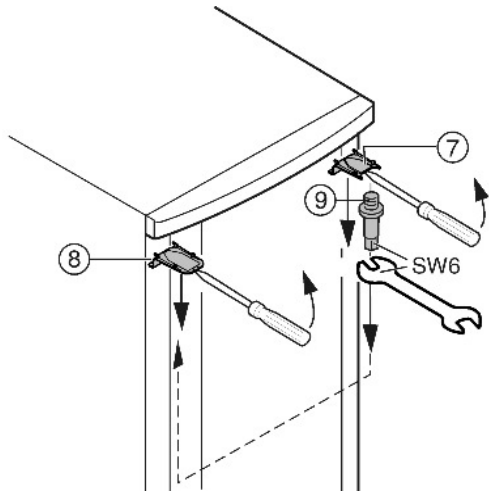

Fig. 7
- Faire déclipser le cache Fig. 7 (7) en haut et le cache Fig. 7 (8) avec un tournevis devant et l'enlever diagonalement vers le bas.
- Dévisser le pivot d'appui Fig. 7 (9) et le visser du côté opposé (**avec 4 Nm**).
- Remonter le cache Fig. 7 (7) du côté du pivot d'appui : l'insérer par l'arrière et l'encliquer sur l'avant.
- Monter le cache Fig. 7 (8) sur le côté opposé : l'insérer par l'arrière et l'encliquer sur l'avant.
- Accrocher la porte dans le pivot d'appui Fig. 7 (9) supérieur.